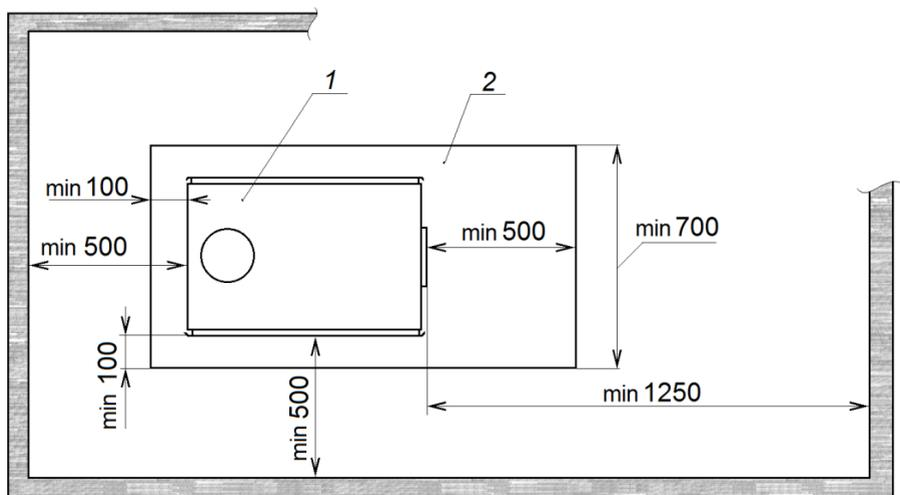

Рисунок 2. Установка печи в помещении.
4.3. Пол под печью должен быть выполнен из негоряемого материала. При установке на сгораемые конструкции здания, печь должна быть установлена на металлический лист толщиной не менее 1мм с подкладкой из негорючего теплоизоляционного материала толщиной не менее 10мм (см. рис. 2). Перед печью, со стороны топочной дверцы, металлический лист должен выступать не менее чем на 500 мм, а ширина листа должна быть не менее 700 мм.